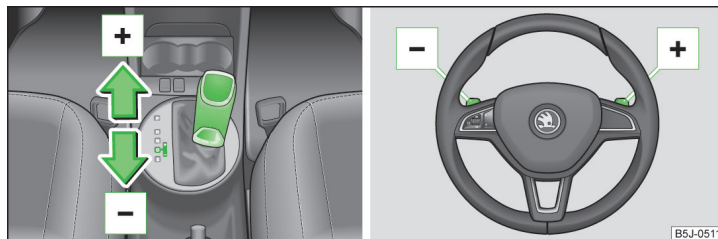

Abb. 106 Wählhebel / Multifunktionslenkrad
- › Den Wählhebel nach vorn  » Abb. 106 tippen.
- › Die rechte Schaltwippe  » Abb. 106 kurz zum Lenkrad ziehen.
- › Den Wählhebel nach hinten  » Abb. 106 tippen.
- › Die linke Schaltwippe  » Abb. 106 kurz zum Lenkrad ziehen.
› Eine der Schaltwippen  kurz zum Lenkrad » Abb. 106 ziehen.